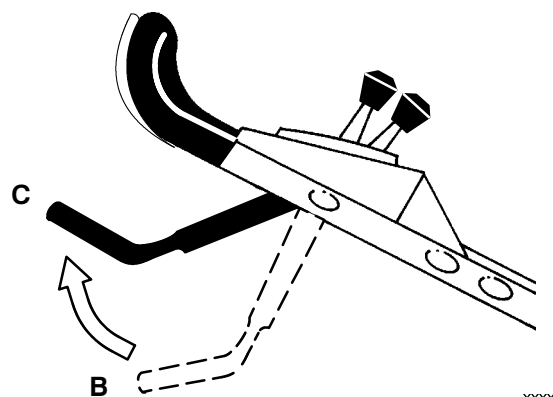

Figure 14
3. Relever la barre de commande en position intermédiaire à environ 12 cm (5") du mancheron (position C, Fig. 14).
4. Lâcher la barre de commande (position B, Fig. 14).